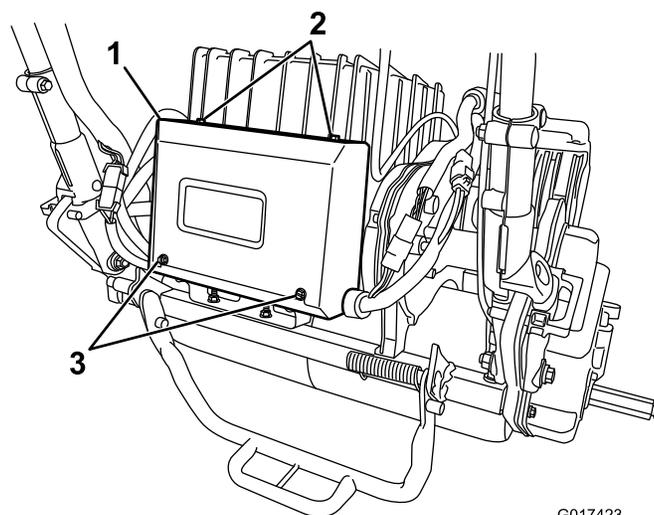

Figura 36
2. Retire os 2 parafusos traseiros da caixa eléctrica e desaperte os 2 parafusos superiores e, em seguida, retire a cobertura da caixa (Figura 36).